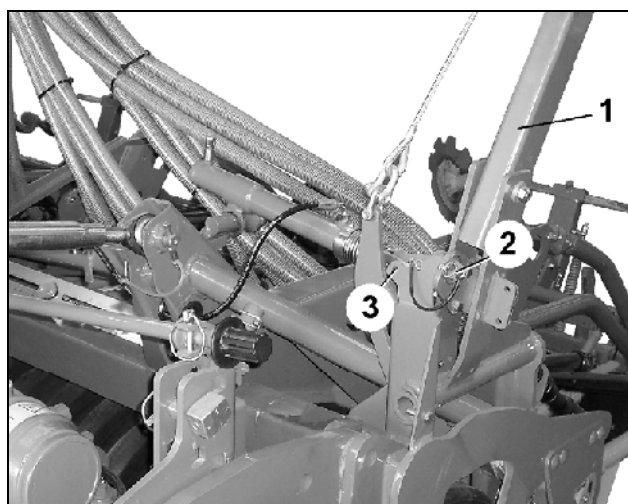

Fig. 111
- Markør-udklappet (Fig. 111/1) holdes fast, hvorefter bolt og ringsplit (Fig. 111/2) kan fjernes.
- Bolt og ringsplit anbringes i hullet (Fig. 111/3), når de ikke er i brug.
**Når ringsplitten (Fig. 111/2) fjernes, læner markør-udklappet sig lidt til siden.**